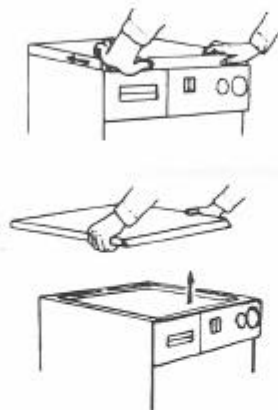
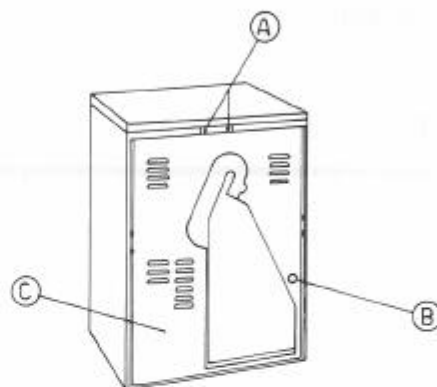

Fig. 1
Fig. 2
- 2) enlever le top (voir fig. 1), en dévissant les 2 vis postérieures (A fig. 2);
- 3) enlever la paroi postérieure (C fig. 2), en dévissant les vis de fixation;
- 4) enlever le bouchon (B fig. 2) de la paroi postérieure;